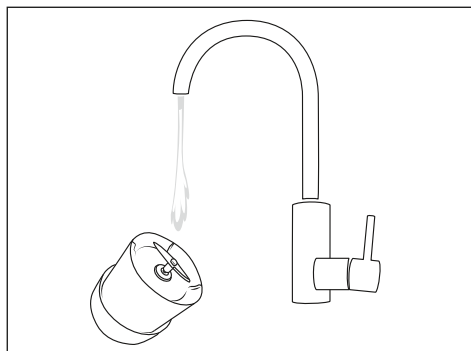

Fig. 2
- ♦ Skyl kun krydskniven **8** forsigtigt, og brug evt. en opvaskebørste under rindende vand. Sørg for, at der ikke kommer vand på låget **1**, og læg ikke produktet ned i vand! Hæld produktet en smule, så det kun er krydskniven **8**, der kommer ind i vandstrålen (se fig. 2). Hvis du foretager rengøringen lige efter brug, er det lettere at fjerne snavs.